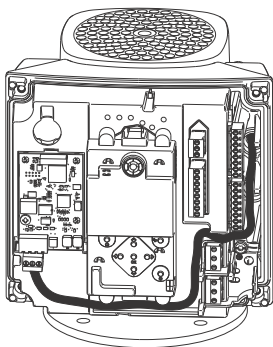

Fig. 60 Eksempel på kabelføring
8. Før kablerne for CIM-modulet. Se eksemplet i fig. 60.